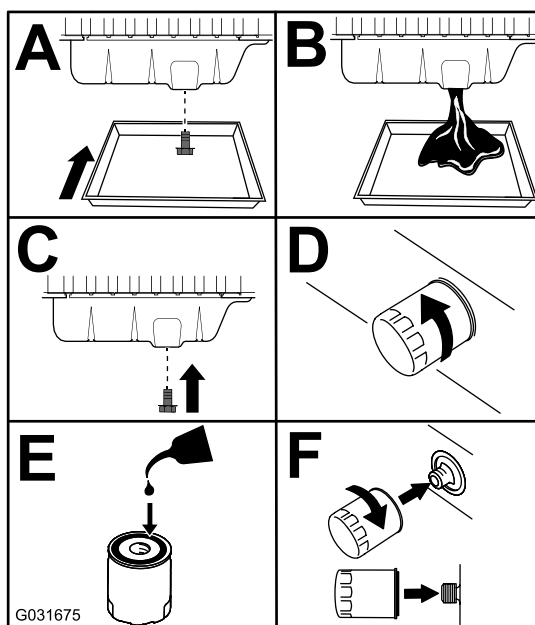

Figure 77
3. Vidangez l'huile moteur et remplacez le filtre à huile (Figure 77).